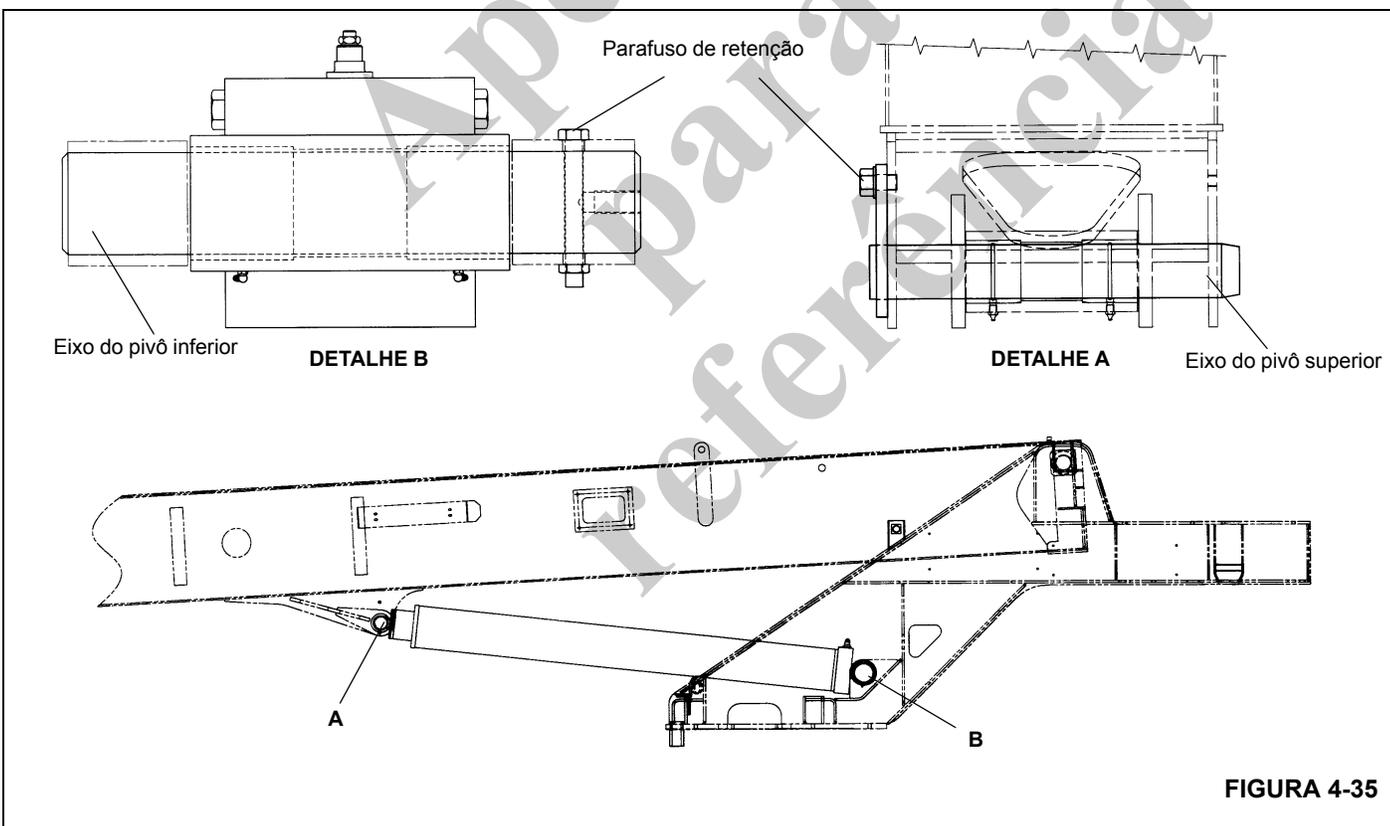

FIGURA 4-35
**NOTA:** Instale o eixo do pivô inferior (Figura 4-35) (Detalhe B) com o furo roscado no lado direito, lado oposto ao da cabine.